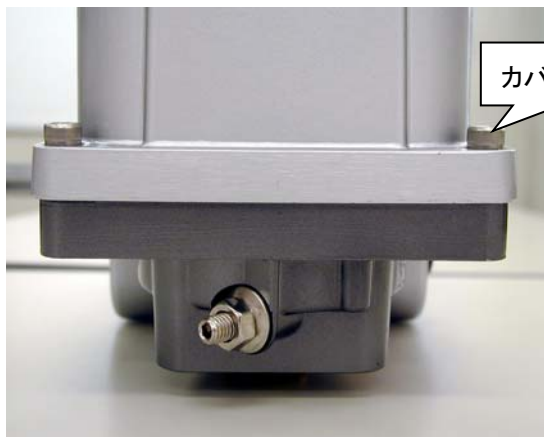
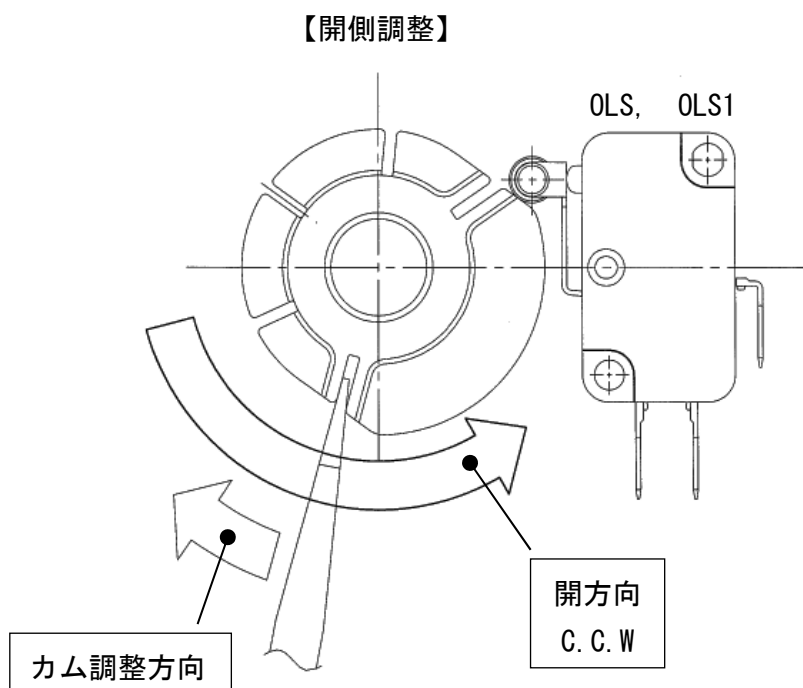

図 33 カバーボルト
図 35 開側カム調整
- ⑩ カバーボルトをゆるめてカバーを取外してください（図 33 参照）。
- ⑪ 全開リミットスイッチ (OLS) と全開信号スイッチ (OLS1) を調整します。マイナスインドライバー（先端厚さ 0.7～0.8mm）など先の平らな治具をカムのスリット部にしっかり差込みます。そしてドライバーの柄をアクチュエータ上面からみて、時計回りにゆっくり回してカムを回転させリミットスイッチの動作位置を調整します。反時計方向には回さないでください。制御軸が緩む恐れがあります。
- (注) 開方向動作時は、制御軸がアクチュエータを上から見て、カムが反時計回り (C. C. W) に回り全開リミットスイッチをたたいて停止します（図 35）。